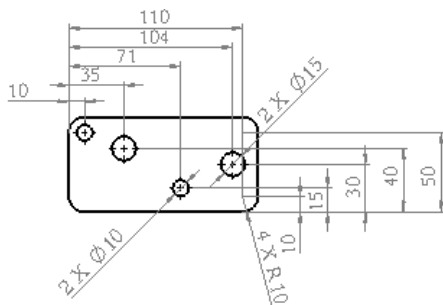

图 6.4.1 自动生成尺寸（以基准方式）
“自动标注尺寸”命令可以一步生成全部的尺寸标注（图 6.4.1），其操作过程如下：
- ☒ **基准**：以基准尺寸的方式生成尺寸，如图 6.4.1 所示。